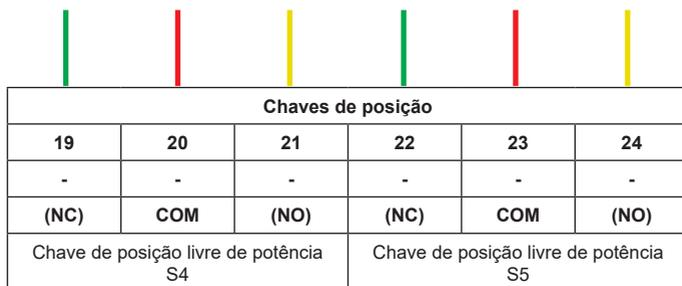

Fig. 10 Diagrama do terminal da chave de deslocamento auxiliar
- Configure e conecte as chaves ao sistema de controle conforme mostrado na Fig. 10 Diagrama do terminal da chave de deslocamento auxiliar
- Conecte o chicote elétrico da chave S4 aos terminais 19-21 e da chave S5 aos terminais 22-24, conforme mostrado na Fig. 10 Diagrama de terminais da chave de deslocamento auxiliar
- A configuração das chaves para o sistema de controle também é mostrada na Fig. 10 Diagrama do terminal da chave de deslocamento auxiliar